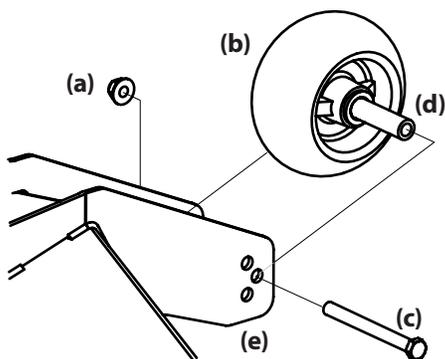

Figure 4-8
2. Retirez l'écrou autobloquant (a) qui sert à retenir un des boulons hexagonaux (c) de la roue de jauge avant (b) au plateau de coupe. Enlevez la roue de jauge avant (b), le boulon (c) et l'entretoise (d). Voir Figure 4-8.